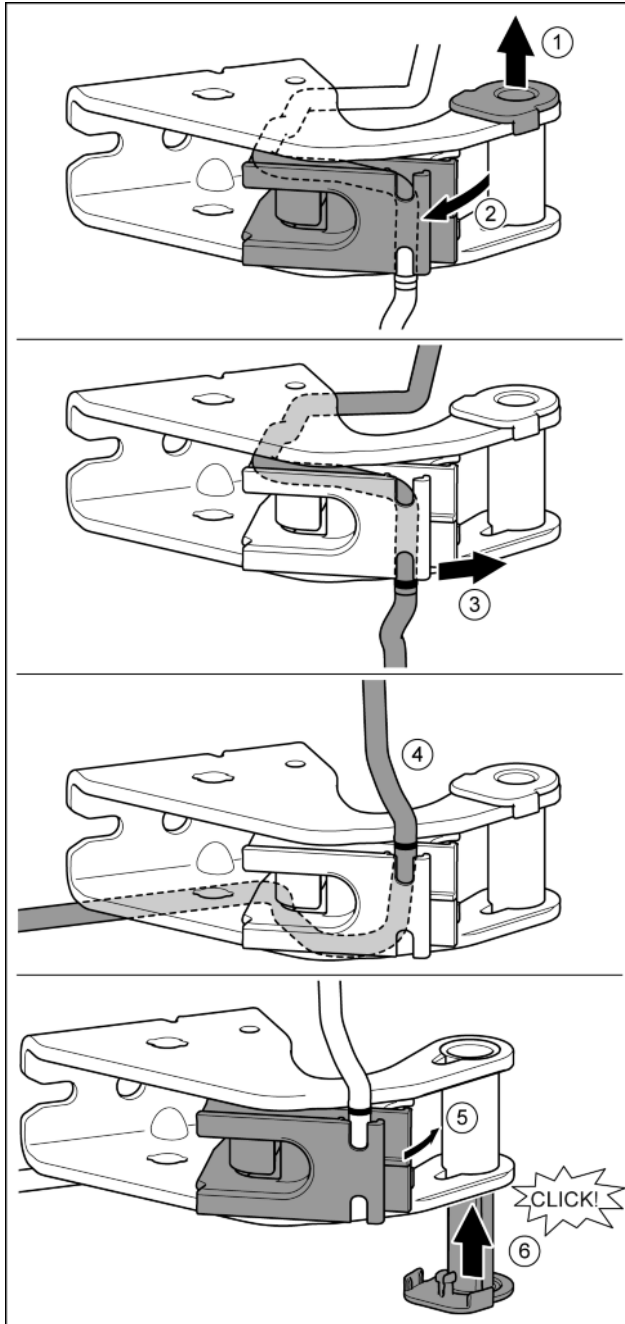

Fig. 25
- ▶ Lagerbuchse aus Führung ziehen. Fig. 25 (1)
- ▶ Kabelhalterung ausschwenken. Fig. 25 (2)
- ▶ Kabel aus der Führung lösen. Fig. 25 (3)
- ▶ Kabel spiegelverkehrt einsetzen. Fig. 25 (4)
- ▶ Kabelhalterung einschwenken. Fig. 25 (5)
- ▶ Lagerbuchse von der anderen Seite einsetzen und einrasten. Fig. 25 (6)